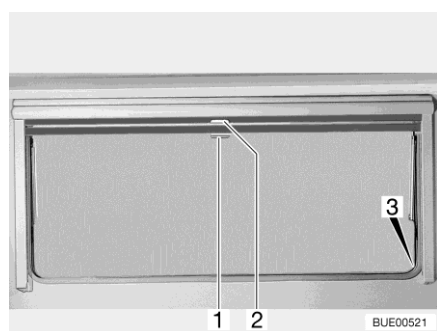

Bild 97 Överkantshängt fönster
- Drag ned mörklägningsrullgardinen med handtaget (Bild 97,2). När mörklägningsrullgardinen dras ned helt fäster man det man i spärrarna (Bild 97,3) på båda sidorna på fönsterkarmen.
- När mörklägningsrullgardinen är helt neddragen: Tryck ned handtaget (Bild 97,2) och drag det något inåt. Nu kan man ta loss mörklägningsrullgardinen ur spärrarna på båda sidorna av fönsterkarmen.
- När mörklägningsrullgardinen inte är helt neddragen: Drag handtaget (Bild 97,2) lätt nedåt tills spärren släpper.
- Drag ner insektsnätet med handtaget (Bild 97,1) och fäst det i spärrarna (Bild 97,3) på båda sidorna av fönsterkarmen.
- Tryck ned handtaget (Bild 97,1) och drag det något inåt. Lossa insektsnätet ur spärrarna på båda sidorna av fönsterkarmen.